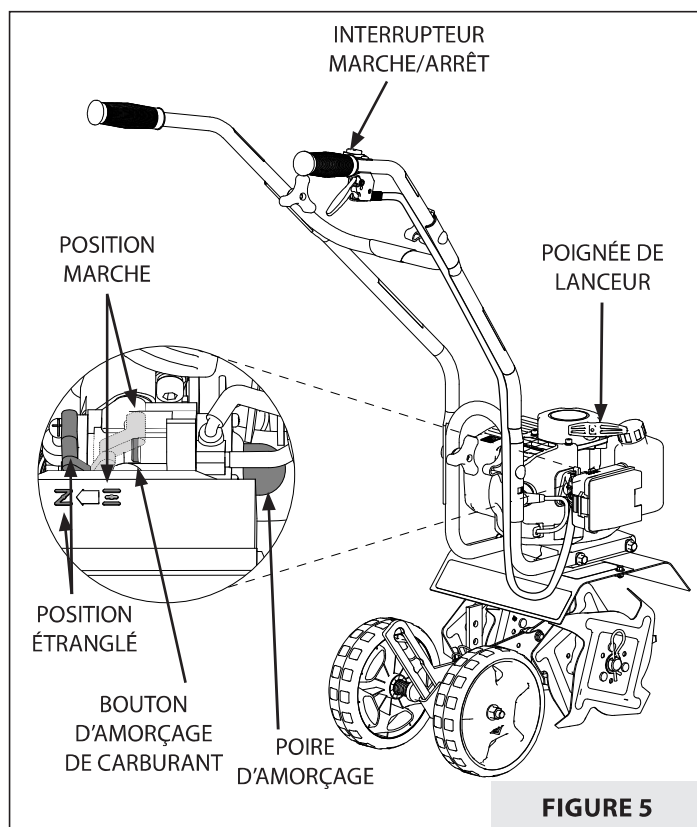

FIGURE 5
2. Placer le levier du volet de départ en position ÉTRANGLÉ. **VOIR FIGURE 5.**
4. Tout en tenant le bouton d'amorçage de carburant enfoncé, appuyer sur la poire d'amorçage UNE FOIS puis relâcher le bouton. **VOIR FIGURE 5.**
8. Placer le levier de départ en position MARCHE et serrer le levier de commande des gaz jusqu'à obtenir le régime souhaité. **VOIR FIGURE 5.**
1. Avant de déposer le couvercle de filtre à air, mettre le levier de départ en position **ÉTRANGLÉ. VOIR FIGURE 5.**